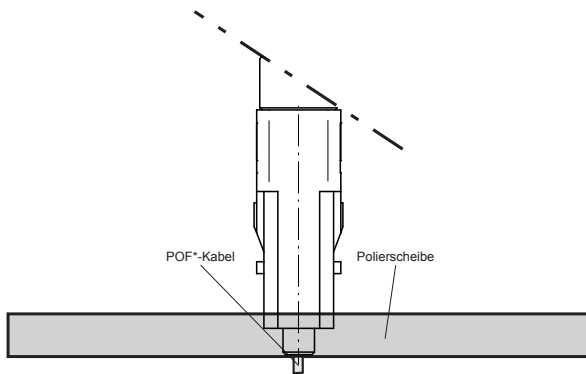

Bild 6 Polieren
- Den SC-Steckverbinder in die Polierscheibe (s. Bild 6) stecken und das überstehende Faserende mittels Polierbogen auf einer glatten Unterlage (z.B. Glasscheibe) abschleifen.